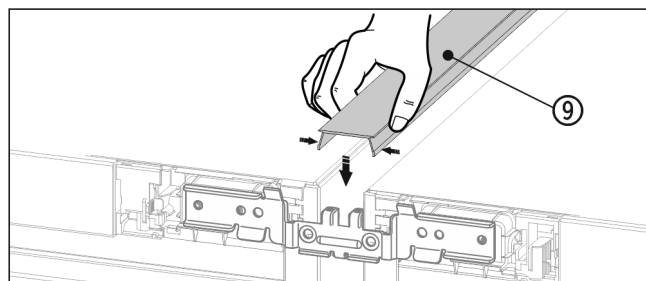

Fig. 26
- ▶ En la parte superior, presione el listón embellecedor Fig. 26 (9) corto para introducirlo en la ranura horizontal.